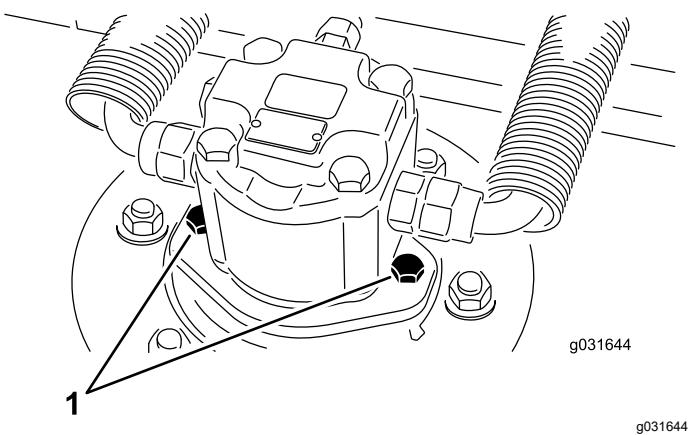

Figura 69
2. Rimuovete le viti di montaggio del motore idraulico e scolate e staccate il motore idraulico dall'apparato di taglio (Figura 69).
4. Utilizzando le viti di montaggio del motore idraulico, montate il motore idraulico sull'apparato di taglio (Figura 69).